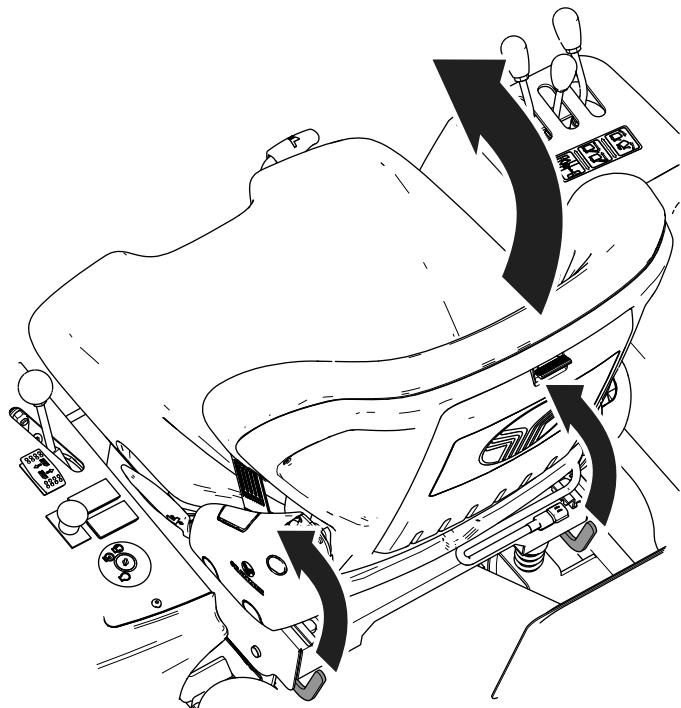

図 21
- 運転席を前に倒す図 21。
座席チルトレバー 図 21を引き上げて座席を前に倒します。